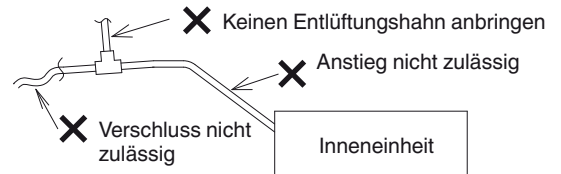

Abb. 3-7
(2) Einschränkungen für die Ablaufleitungsverbindung
- Die Ablaufleitung nicht so verlegen, dass sie vom Ablaufstutzen aus ansteigt. In diesem Fall fließt das Ablaufwasser zurück in das Gerät, was nach dem Ausschalten eine Undichtigkeit verursacht. (Abb. 3-7)
- Keinen Entlüftungshahn anbringen, da dies zu einem Herausspritzen von Wasser aus der Ablaufleitungsöffnung führen kann. (Abb. 3-7)
- Keinen U- oder glockenförmigen Geruchverschluss im Verlauf der Ablaufleitung installieren. Dies kann ungewöhnliche Geräusche verursachen. (Abb. 3-7)